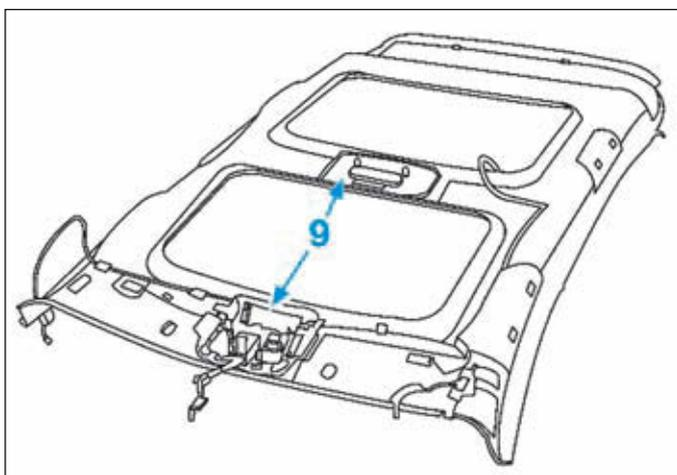

FIG.51
Contrôler la présence et l'état des bandes velcros (9) (Fig.51) et procéder dans l'ordre inverse de la dépose.